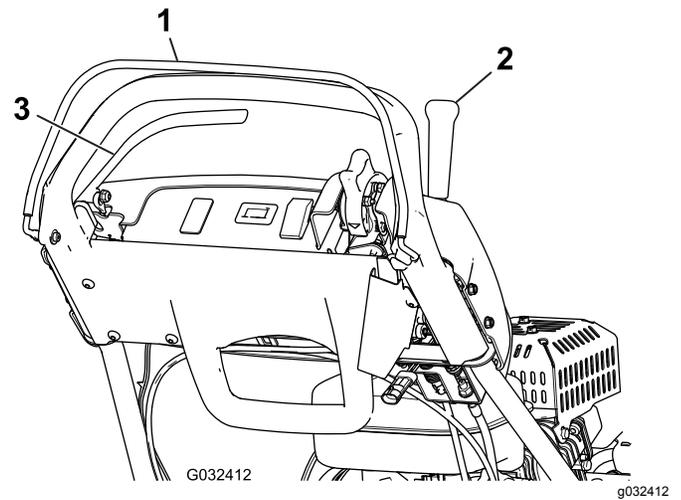

Bild 29
3. Versuchen Sie den Fahrtriebshebel bei gelöster elektronischer Sicherheit zu aktivieren (Bild 29). Der Fahrtriebshebel sollte **nicht** aktiviert werden. Wenn der Fahrtriebshebel aktiviert werden kann, müssen die Sicherheitsschalter gewartet werden. Beheben Sie den Fehler vor der Verwendung der Maschine, siehe Warten des Fahrtriebs-Sicherheitsschalters \(Seite 34\)
4. Lösen Sie die elektronische Sicherheit, wenn die elektronische Sicherheit gedrückt und der Fahrtriebshebel aktiviert ist (Bild 29). Der Fahrtriebshebel **sollte** ausgekuppelt werden. Wenn der Fahrtriebshebel nicht deaktiviert wird, müssen die Sicherheitsschalter gewartet werden. Beheben Sie den Fehler vor der Verwendung der Maschine, siehe Warten des Fahrtriebs-Sicherheitsschalters \(Seite 34\)
5. Drücken Sie die elektronische Sicherheit und stellen den Ganghebel nach links; kuppeln Sie dann den Fahrtrieb und den Spindelantrieb ein und lassen Sie die elektronische Sicherheit los (Bild 29). Der Fahrtriebshebel **sollte** ausgekuppelt werden. Wenn der Fahrtriebshebel nicht deaktiviert wird, müssen die Sicherheitsschalter gewartet werden. Beheben Sie den Defekt vor der Verwendung der Maschine, siehe Warten des Fahrtriebs-Sicherheitsschalters \(Seite 34\) oder Warten des Fahrtriebs-Sicherheitsschalters \(Seite 34\).
6. Aktivieren Sie die elektronische Sicherheit und schieben den Ganghebel nach links, um den Fahr- und Spindelantrieb einzukuppeln; schieben Sie den Ganghebel nach rechts, um den Spindelantrieb auszukuppeln (Bild 29). Der Spindelantrieb **sollte** ausgekuppelt werden. Wenn der Spindelantrieb sich nicht auskuppeln lässt, müssen die Sicherheitsschalter gewartet werden. Beheben Sie den Fehler vor der Verwendung der Maschine, siehe Warten des Fahrtriebs-Sicherheitsschalters \(Seite 34\)
2. Drücken Sie die elektronische Sicherheit, kuppeln Sie den Fahrtriebshebel ein und stellen die Motorbedienelemente in die Start-Stellung (Bild 29) und versuchen Sie, den Motor anzulassen. Der Motor sollte **nicht** anspringen. Wenn der Motor startet, muss der Sicherheitsschalter gewartet werden. Beheben Sie den Fehler vor der Verwendung der Maschine, siehe Warten des Fahrtriebs-Sicherheitsschalters \(Seite 34\)
2. Kuppeln Sie den Fahrtriebshebel aus, aktivieren Sie die Betriebsbremse und stellen die Motorbedienelemente in die Start-Stellung (Bild 29). Versuchen Sie nun, den Motor zu starten. Der Motor **sollte** anspringen. Wenn der Motor nicht anspringt, muss der Sicherheitsschalter gewartet werden. Beheben Sie den Fehler vor der Verwendung der Maschine, siehe Warten des Bremsen-Sicherheitsschalters \(Seite 35\)
3. Aktivieren Sie bei laufendem Motor die Betriebsbremse (nicht den Riegel der Feststellbremse), drücken Sie die elektronische Sicherheit und kuppeln Sie den Fahrtriebshebel ein (Bild 29). Der Motor sollte gegen die Bremse kämpfen aber nicht ausgehen. Wenn der Motor ausgeht, muss der Sicherheitsschalter gewartet werden. Beheben Sie den Fehler vor der Verwendung der Maschine, siehe Warten des Bremsen-Sicherheitsschalters \(Seite 35\)
4. Lassen Sie den Motor an, aktivieren den Feststellbremsriegel, aktivieren die elektronische Sicherheit und kuppeln den Fahrtriebshebel ein (Bild 29). Der Motor **sollte** abstellen. Wenn der Motor nicht abstellt, muss der Sicherheitsschalter gewartet werden. Beheben Sie den Fehler vor der Verwendung der Maschine, siehe Warten des Bremsen-Sicherheitsschalters \(Seite 35\)